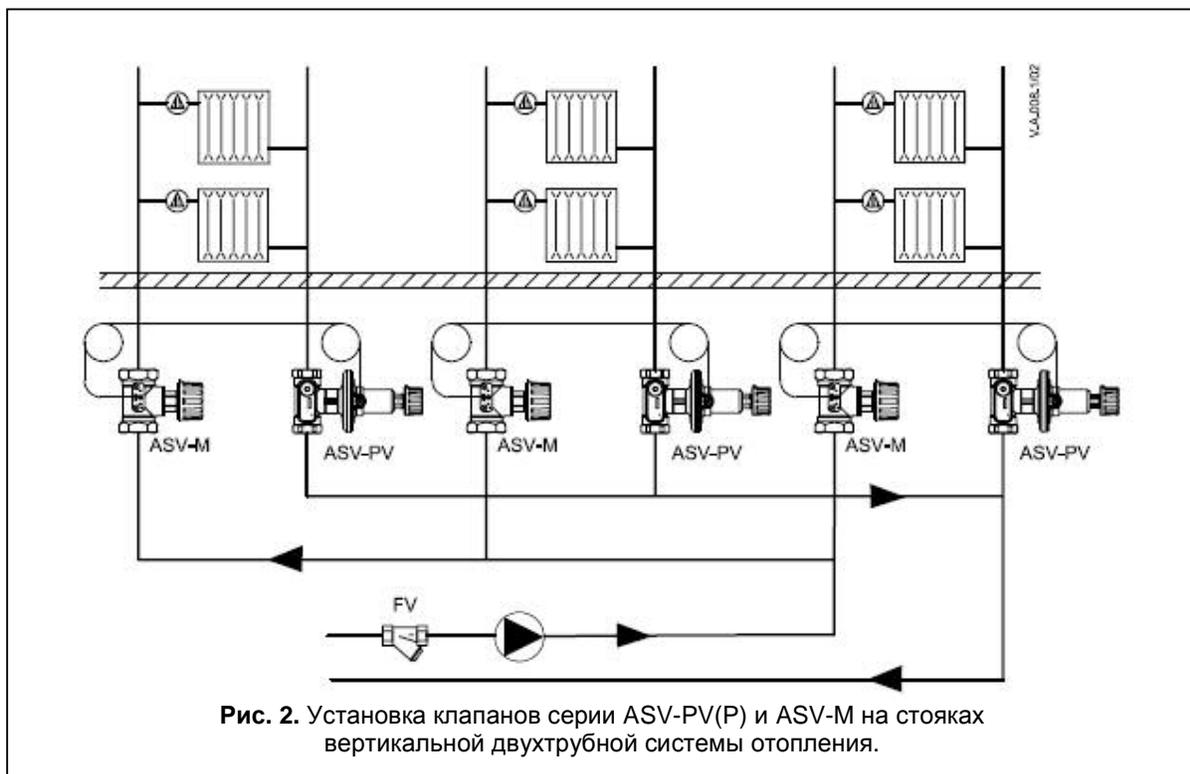

Рис. 2. Установка клапанов серии ASV-PV(P) и ASV-M на стояках вертикальной двухтрубной системы отопления.
- от 5 до 25 кПа (двухтрубные системы водяного отопления (рис.2);